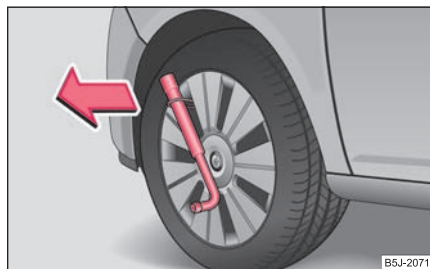

Fig. 190 Déposer les enjoliveurs pleins
- Poussez la clé de roue à travers l'étrier, soutenez la clé de roue au niveau du pneu et enlevez le cache ⇒ fig. 190.